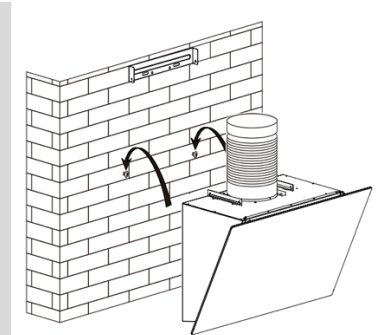

Abbildung 3
5. Das Gerät an den Befestigungsschrauben an der Wand montieren, siehe Abb. 3.